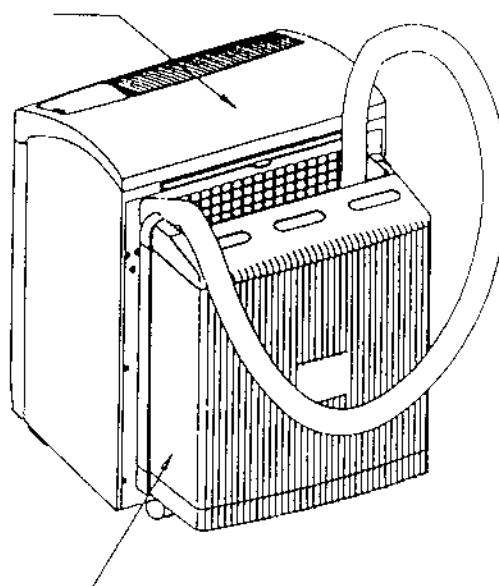

Рис. 16. Блоки кондиционера, соединенные для переноски и хранения
Перед тем, как перенести аппарат на новое место или убрать на хранение, наклоните наружный блок, чтобы слить из поддона остатки конденсата. Для транспортировки или хранения кондиционера следует соединить оба блока вместе (см. рис. 16). Для того, чтобы соединить блоки, вставьте штифты (8) наружного блока в отверстия (16) на блоке, устанавливающем в помещении (см. рис. 1 и 2).